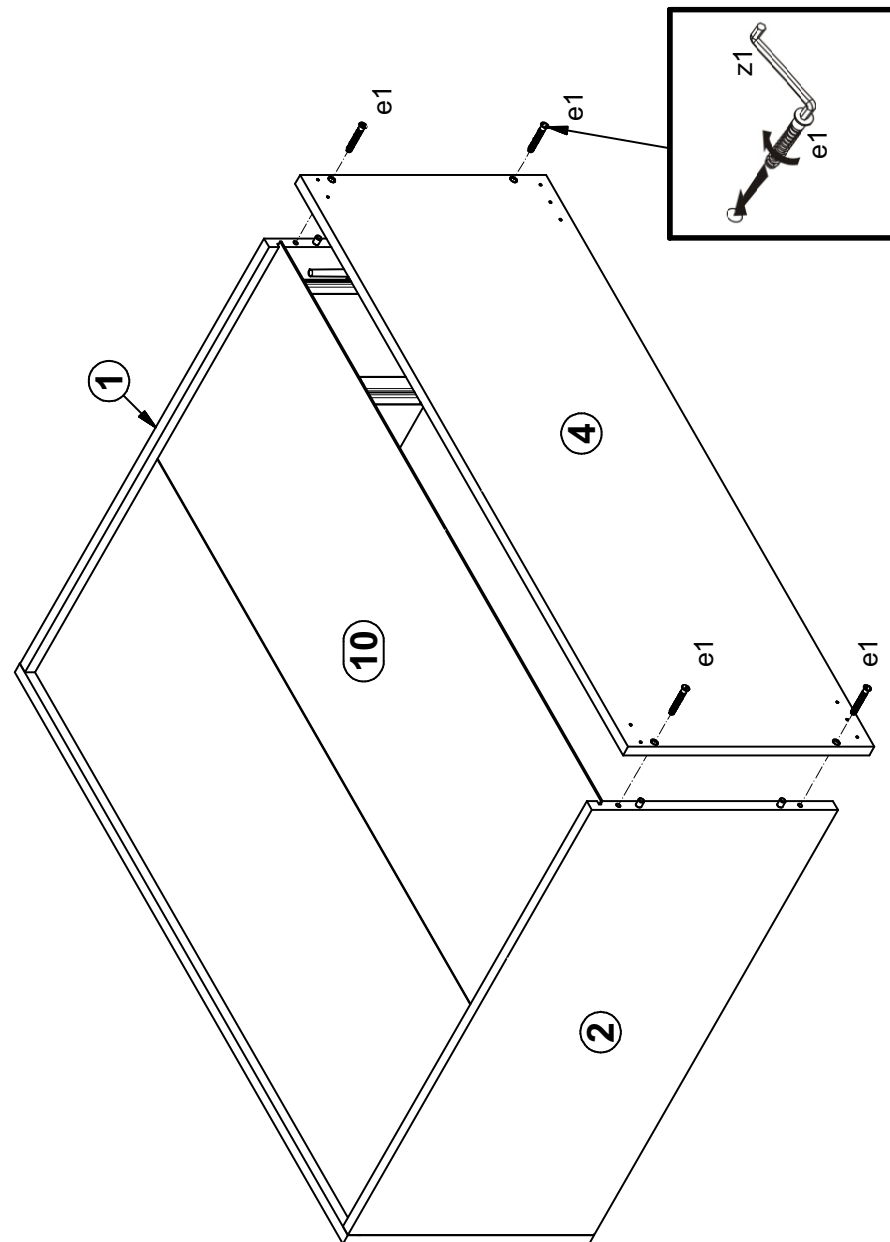

Рисунок 5
4.8. Присоединить щит 4 к стенкам 1, 2 с помощью шкантов f1, затянуть конформаты e1 на нижней поверхности щита 4 пользуясь ключом z1 (см. рис. 5).